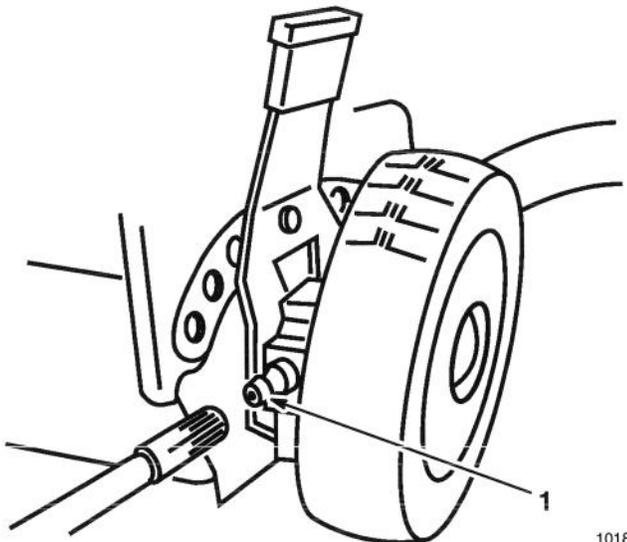

Figure 30
- Essuyer les graisseurs des réglages de hauteur de coupe arrière (Fig. 30) avec un chiffon propre.